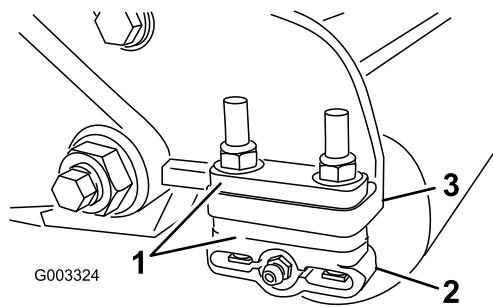

図 20
1. 希望の刈高範囲に必要な数のスペーサを刈高チャートで確認し、スペーサをサイドプレートの取り付けフランジ図 20 の下に入れて、後ローラのブラケットの位置を正しくセットする図 20。